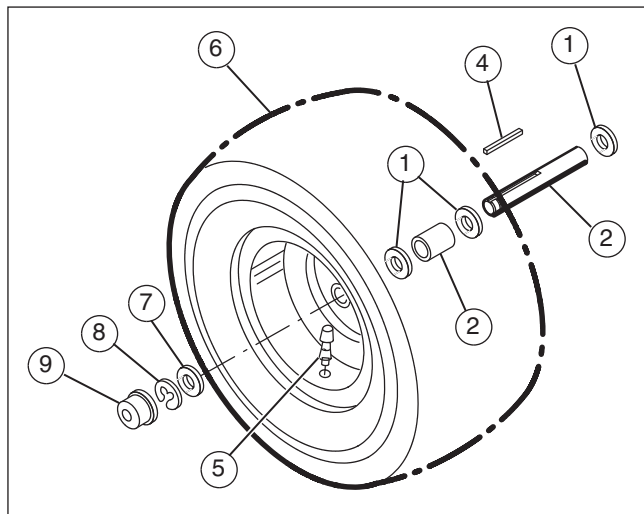

Figure 37
1. Installer les rondelles (1) et l'espaceur (2) sur l'essieu (3) (voir la **Figure 37**).
2. Monter la clavette carrée (4) dans le logement de clavette.